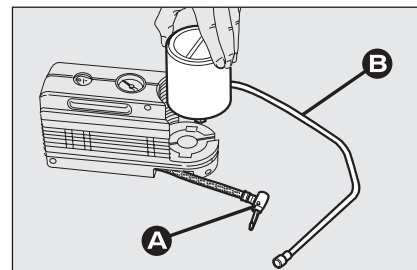

fig. 17
- ☐ déconnecter la greffe A-fig. 17;